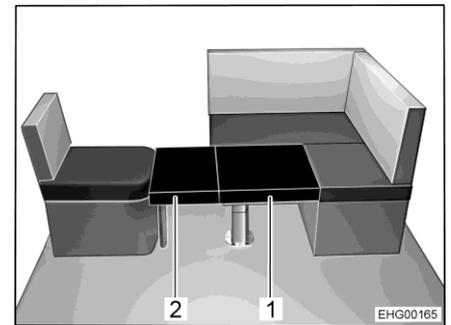
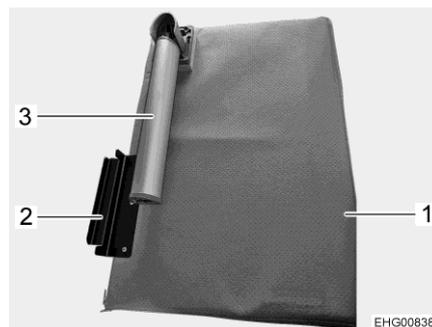

Fig. 126 Après la transformation
Fig. 127 Planche supplémentaire
- Déplier le repose-pieds (Fig. 127,3) sur la planche supplémentaire (Fig. 127,1).
- Accrocher l'équerre de support (Fig. 127,2) de la planche supplémentaire au siège individuel et poser le coussin supplémentaire (Fig. 126,2) sur le plateau de table.
- Poser le second coussin supplémentaire (Fig. 126,1) sur le plateau de table.